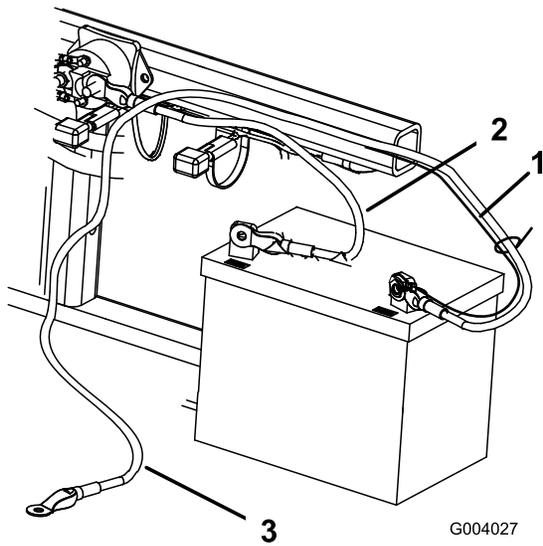

图6
2. 用螺栓 ($\frac{1}{4} \times \frac{5}{8}$ 英寸) 和锁紧螺母将正极接线（红色）固定到正极 (+) 端子（图6）。
3. 用螺栓 ($\frac{1}{4} \times \frac{5}{8}$ 英寸) 和锁紧螺母 ($\frac{1}{4}$ 英寸) 将小黑色接线和负极接线 (黑色) 固定到电池的负极 (-) 端子 (图6)。